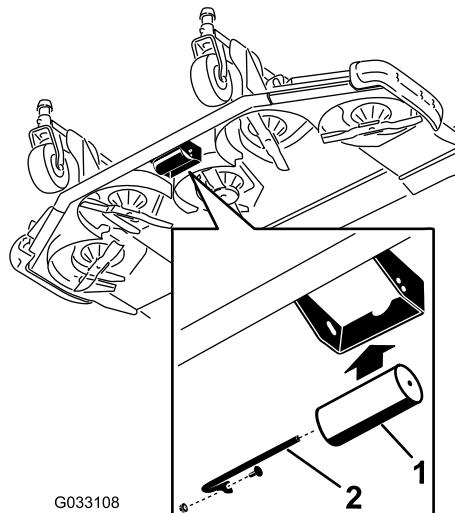

Figura 25
2. Efetue o alinhamento do rolo com os orifícios superiores e instale o eixo com um parafuso e uma porca (Figura 25).